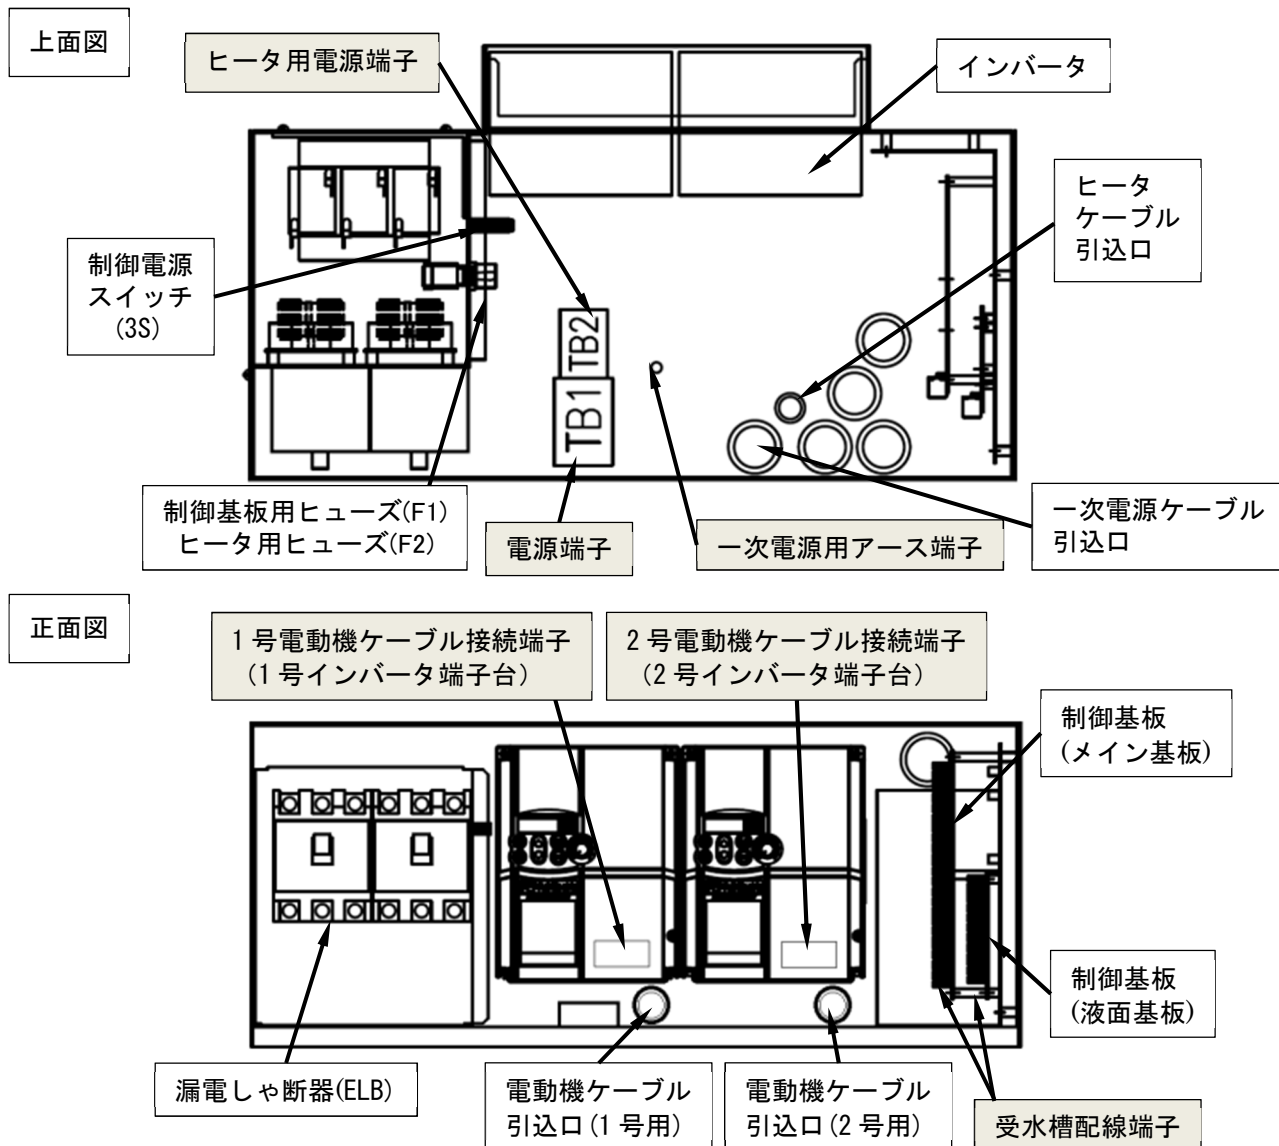

図3 制御盤内図 (制御盤カバーを外した状態)
1. 制御盤内には電動機ケーブル引込口から引き込んでください。(図 3, 4 参照)